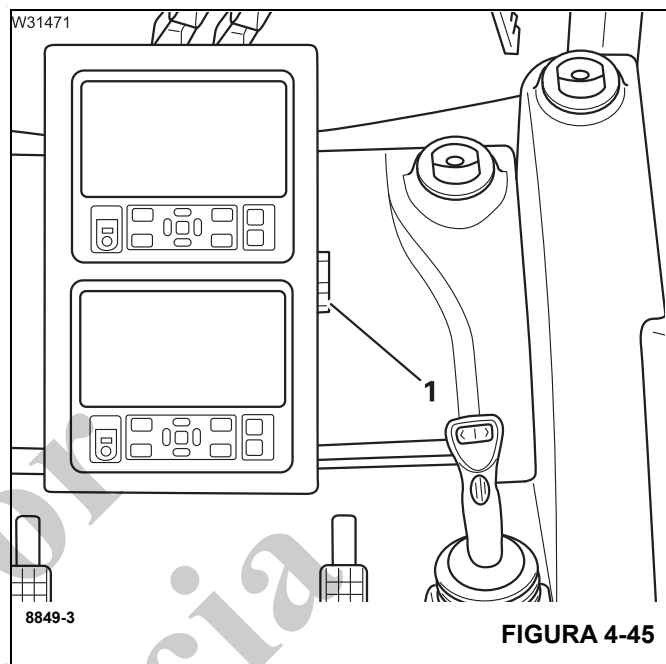

FIGURA 4-45
Libere la manija (1), (Figura 4-45).